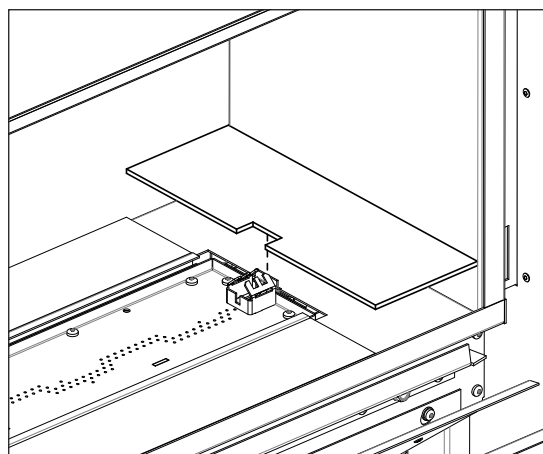

Figure 72: Placement de la lunette autour du pilote
3. Assurez-vous que la collerette courte et crantée est placée autour de l'assemblage de la veilleuse comme indiqué dans Figure 72.